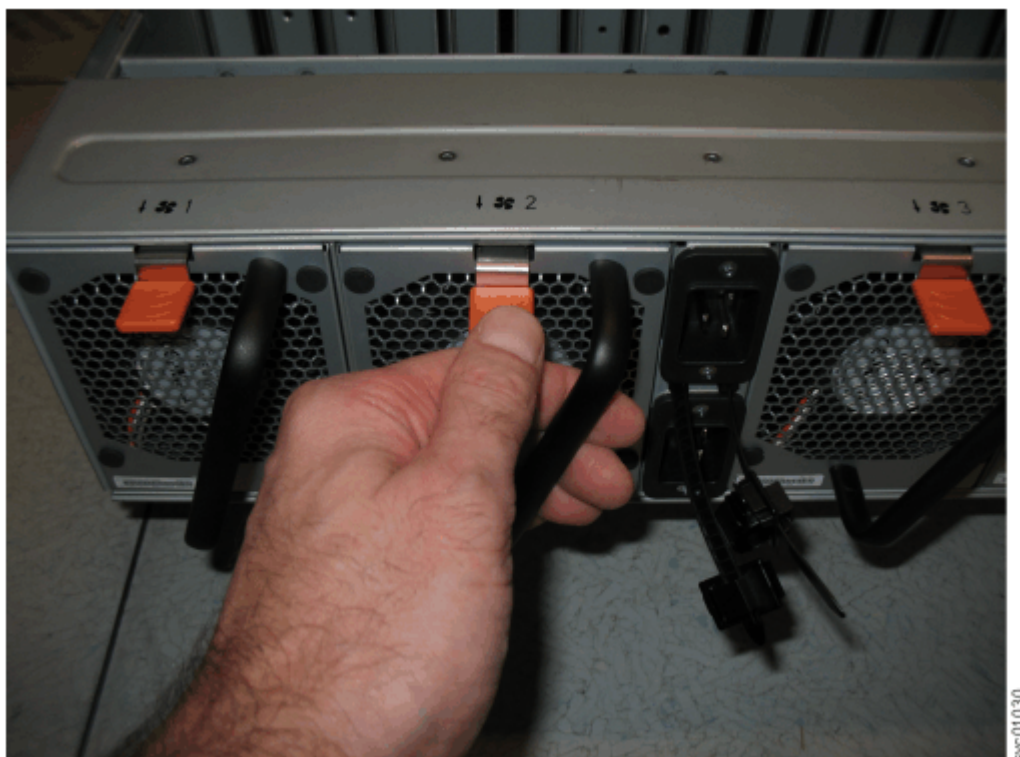

Figura 121. Guia de liberação do módulo de ventilador
2. Pressione a guia de liberação no módulo de ventilador, conforme mostrado em Figura 121 na página 108.